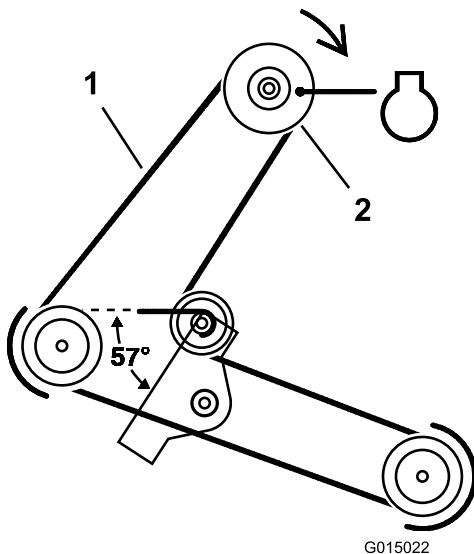

Bild 32
5. Nehmen Sie den Mähwerkriemen von der elektromagnetischen Kupplungsriemenscheibe ab (Bild 32).
5. Montieren Sie den Mähwerkriemen auf der elektromagnetischen Kupplungsriemenscheibe (Bild 32).